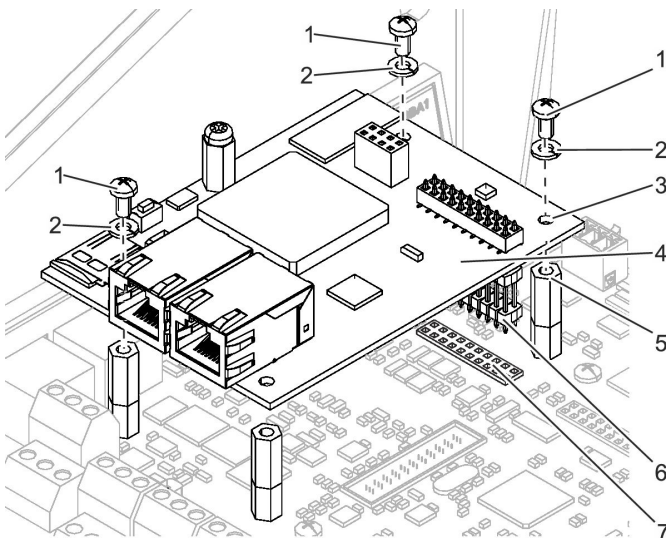

Fig. 50 : Installation du module EM-IP
2. Placez le module EM-IP (Fig. 50 /4), avec la broche de connecteur (Fig. 50 /6), dans le logement (Fig. 50 /7) qui se trouve sur le circuit imprimé principal du TCU3 ou du TAM.
Enfoncez délicatement les quatre coins du module EM-IP dans les espaceurs (Fig. 50 /5).
3. Fixez le module EM-IP à l'aide de 3 vis de fixation (Fig. 50 /1) et de rondelles (Fig. 50 /2) sur le circuit imprimé principal, comme illustré dans Fig. 50 .